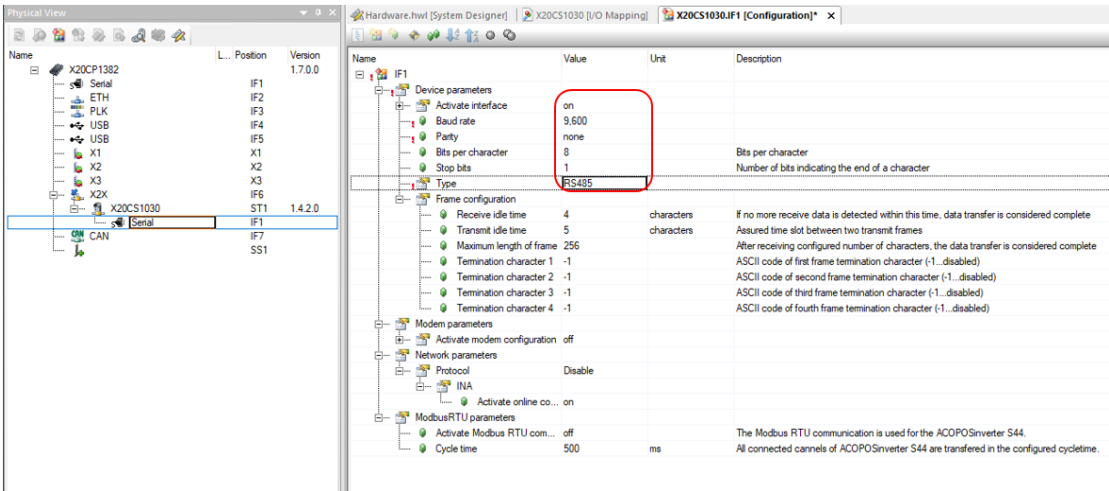
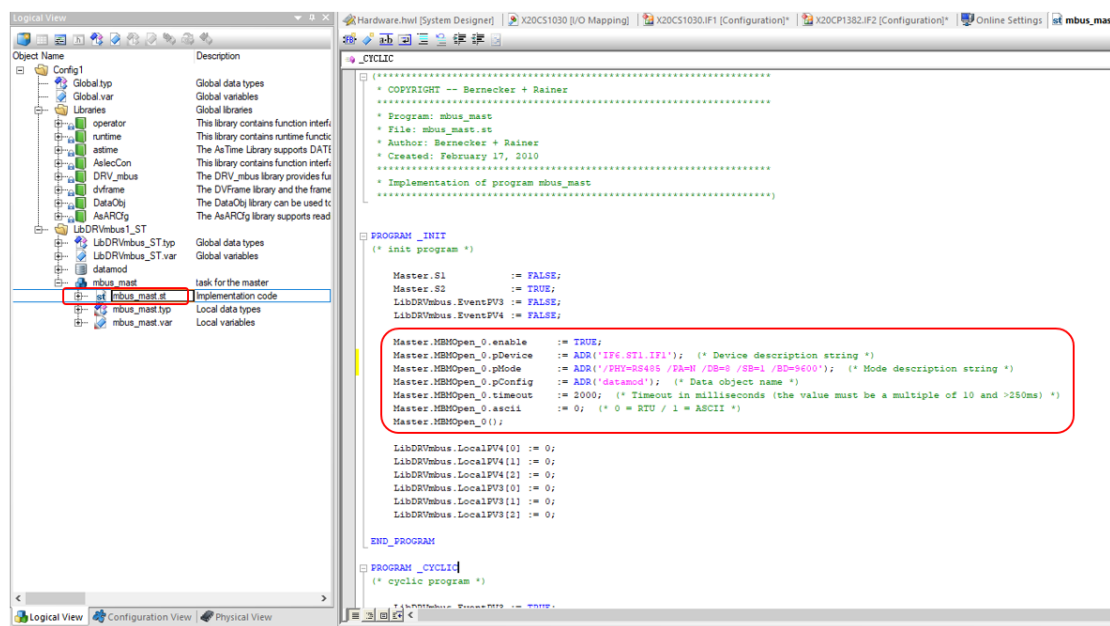
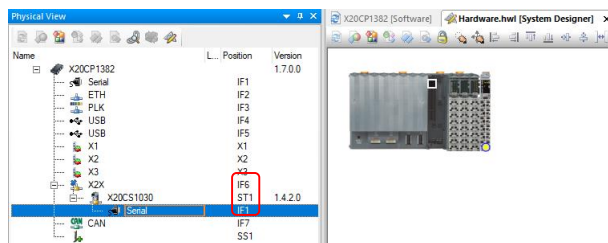

图1-24 更改 485 接口卡串口通讯参数
图1-32 Modbus 主站程序通讯参数配置
图1-33 通讯模块硬件地址
7.在物理视图中，双击 X20CS1030 下级的 Serial，进行串口通讯参数修改，如图 1-24 参数所示：通讯波特率 9600，无校验位，每个字符占 8 位，停止位 1 位，类型为 RS485。
13.双击主站程序mbus_mast下的mbus_mast.st,在右侧初始化程序中将MODBUS参数修改成与485接口卡串口通讯参数(见图1-24)一致。如图1-32, Master是通讯主站参数, Device是通讯模块的硬件地址(可在物理视图中查看,如图1-33), MODE是通讯方式及参数, Config是关联的数据表。